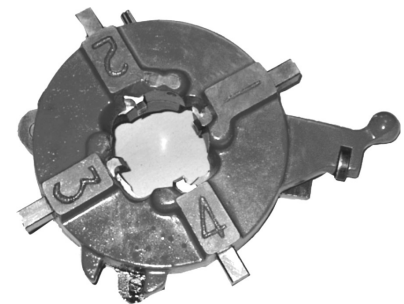

Рисунок 5.
**Внимание!** При установке резьбовых резцов следите за тем, чтобы они были из одной группы (1/2-3/4 или 1-2) и располагались в правильной последовательности от 1 до 4 (рис. 5.).